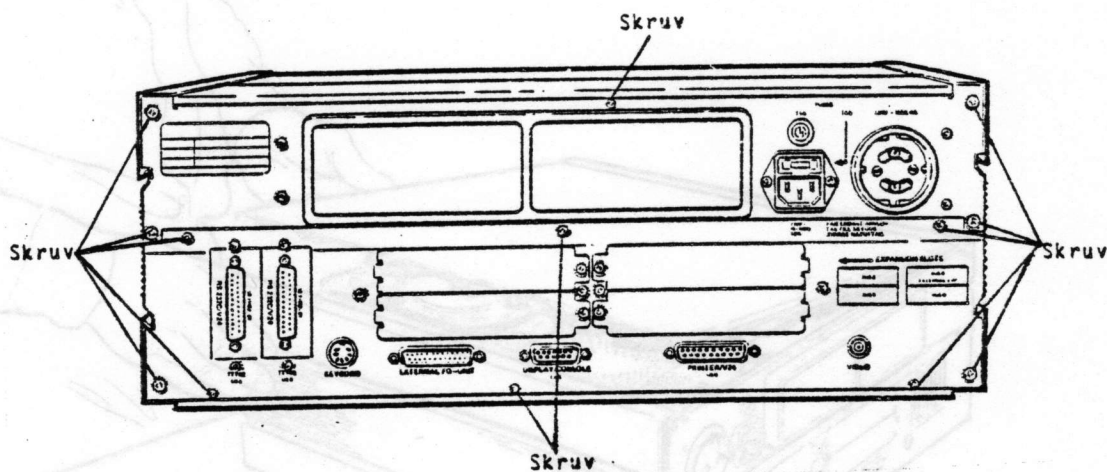

Bild 5
1. Demontera de 13 skruvarna på datorenhetens baksida (Bild 5).